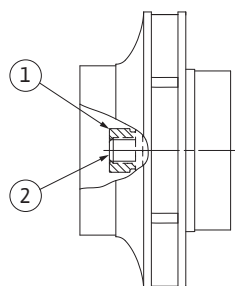

Fig. 52: Juoksupyörän mutterin oikea asento asennuksen jälkeen
29. Pidä akselista kiinni (katso käsittelyvaihe 24) ja kiristä juoksupyörän mutteri määritetyllä kiristysmomentilla (katso luettelo "Taulukko 11: Ruuvien kiristysmomentit" sivulla 110). Mutterin (Fig. 52, pos. 1) pitää olla noin $\pm 0,5$ mm samassa tasossa akselin pään (Fig. 52, pos. 2) kanssa. Jos näin ei ole, irrota mutteri ja toista käsittelyvaiheet 25–29.